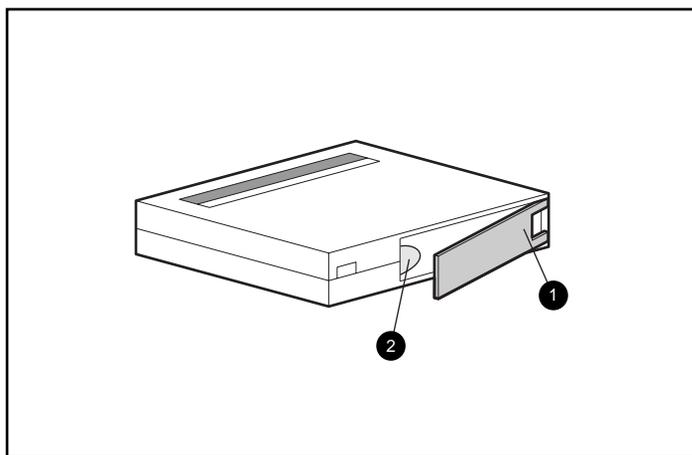

図19: テープリーダーを確認する
- ふってみて、かたかたという音がしない場合、カートリッジ内部のテープリーダー②を確認します。確認するには、ドアロックをはずしてカートリッジ後部のドアを開けます①。テープリーダーが図19に示す位置にあるはずです。